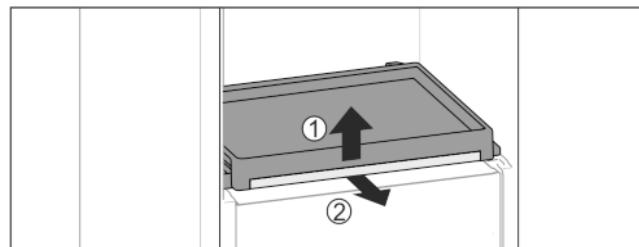

Fig. 36
- Витягніть витяжну панель зі скляною полицею: Підніміть трохи скляну полицю спереду Fig. 36 (1) та витягніть вперед Fig. 36 (2).